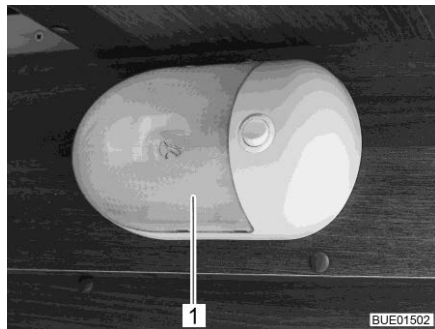

Fig. 315 Luminaire apparent
- Presser le couvercle transparent (Fig. 315,1) avec précaution des deux côtés, l'éloigner légèrement du commutateur et le retirer par l'avant.